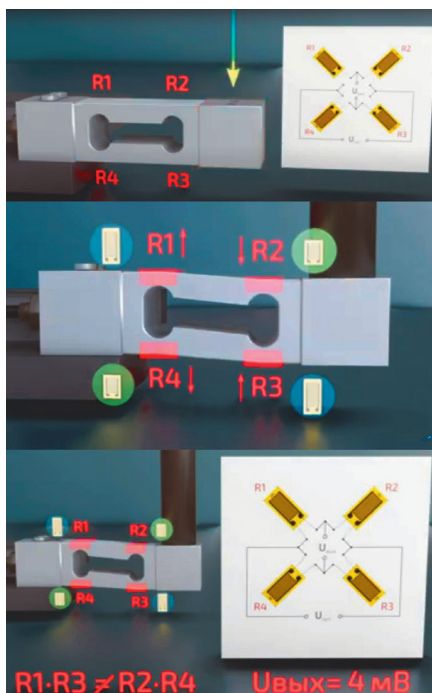

Рис. 3. Особенности работы тензодатчика
Иллюстрация изменения состояния посредством механического воздействия представлена на рис. 3 и рис. 4.
По типу датчики различают по форм-фактору, к примеру, представленный на рис. 3, 9, 14, 15 прибор характеризуется типом датчика «балка на изгиб». Опционально корпус датчиков тензодатчиков может быть изготовлен из разных материалов – от пластика до лёгких сплавов с участием анодированного алюминия и даже из нержавеющей стали. Размеры корпуса влияют на специфику монтажа. В сложных или стеснённых (по месту) условиях, к примеру, с криволинейной поверхностью, размер и форм-фактор корпуса датчика имеет значение.
- консольные (балочные) – по принципу балки, работающей на сдвиг или изгиб. Используются в конструкции бункерных, платформенных весов (см. пример на рис. 3, 9, 14, 15);